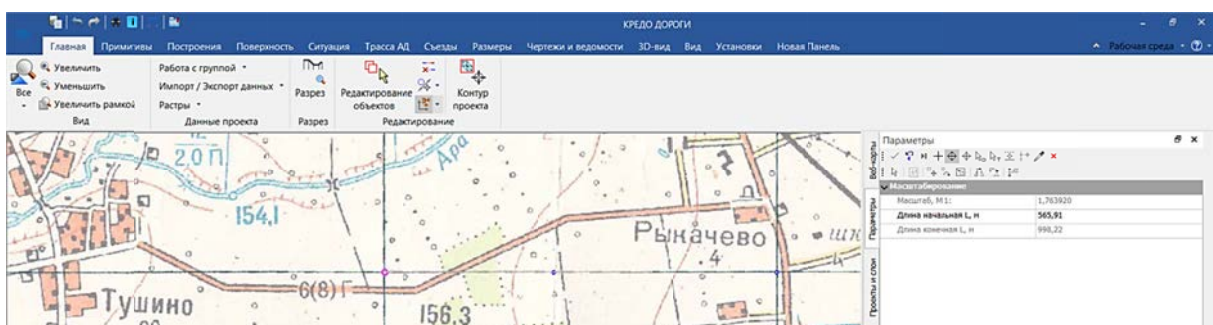

Рис. 8.8. команда **Масштабирование**
– Выполните масштабирование растра под координатную сетку проекта в заданном масштабе с помощью команды **МАСШТАБИРОВАНИЕ** (рис. 8.8).